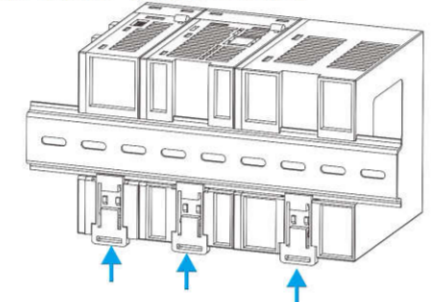

图 9 安装模块 2
- 将模块的卡扣锁定后, 嵌入到导轨上。向上按入直至发出咔嚓声, 如图 9。若手指够不到卡扣时, 应借助螺丝刀等工具, 切记用大力矩。